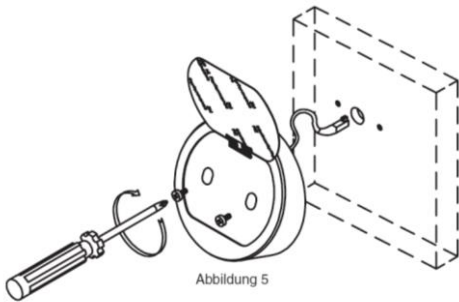

Abbildung 5
1. Führen Sie das Kabel der Eingabeeinheit von vorne durch das Spindeloch der Tresortür. (Abb.5)